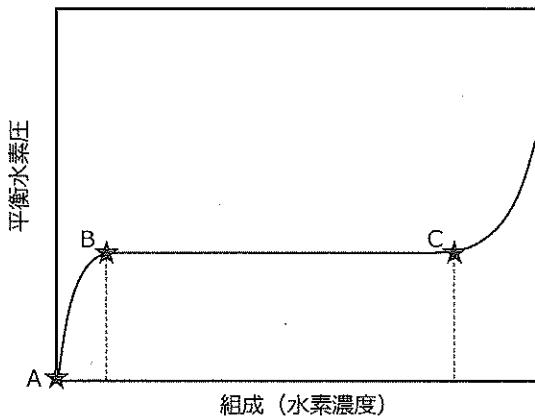

図1 ある温度における金属-水素系の典型的な圧力-組成等温線図
多くの金属は水素ガスと反応し金属水素化物を生成する。中でも、チタンやマグネシウム等は容易に水素と反応する。これらの金属と、鉄やニッケル等の水素と比較的反応しにくい金属を合金化した材料は、金属水素化物の生成とその分解を可逆的に起こすことのできる水素吸蔵合金として研究開発が進められてきた。図1は、ある温度における金属-水素系の典型的な圧力-組成等温線図を模式的に示したものである。縦軸は平衡水素圧、横軸は金属中の水素濃度を示している。等温下で水素圧力を上げていくと、金属中に水素が溶解して固溶体相を形成し、水素濃度は曲線ABに沿って増大する。B点に達すると、固溶体が水素と反応して金属水素化物相が生成し、全ての固溶体が金属水素化物相になるとC点に達する。この金属水素化物生成領域では、定圧で反応が進行する。
問(1) 金属水素化物生成領域(図1中 B→C)において定圧で反応が進行する理由を Gibbs の相律に基づいて説明しなさい。